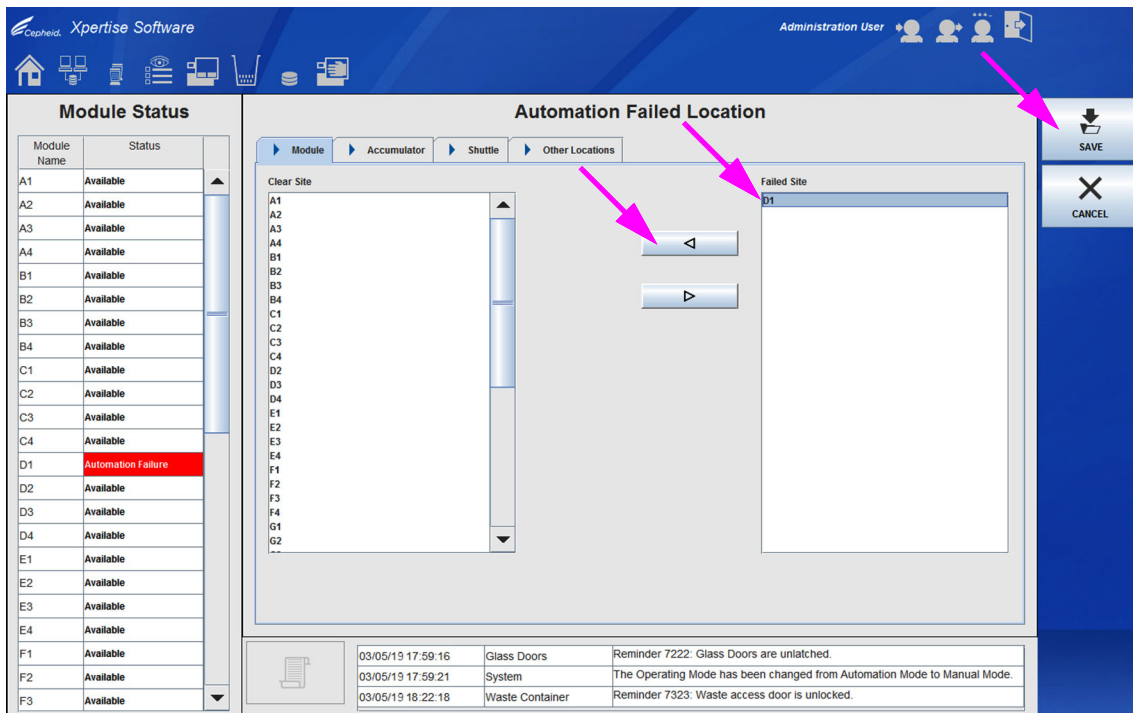

Figura 9-95. Área de trabalho Automation Failed Location (Localização de falhas de automatização) a mostrar local D1 falhado no módulo
5. Na área de trabalho Automation Failed Location (Localização de falhas de automatização), selecione os locais falhados no painel **Failed Site (Local falhado)** e desloque-os para o painel **Clear Site (Local desimpedido)** selecionando o botão da seta esquerda . Ver Figura 9-95.
No exemplo apresentado na Figura 9-95, o local falhado no módulo é o local **D1**.